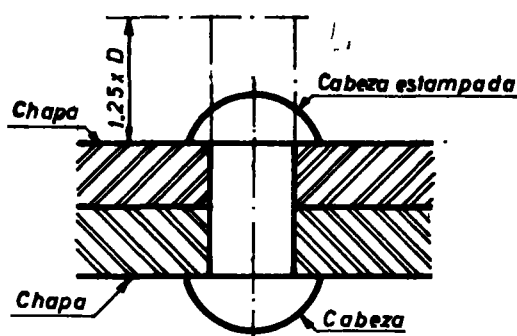

Fig. 4
- Para cabeza redonda:  $E = 1,25\phi$  (fig. 4).